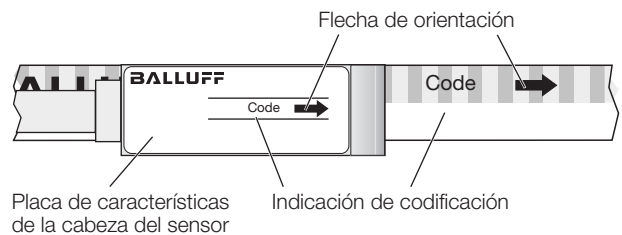
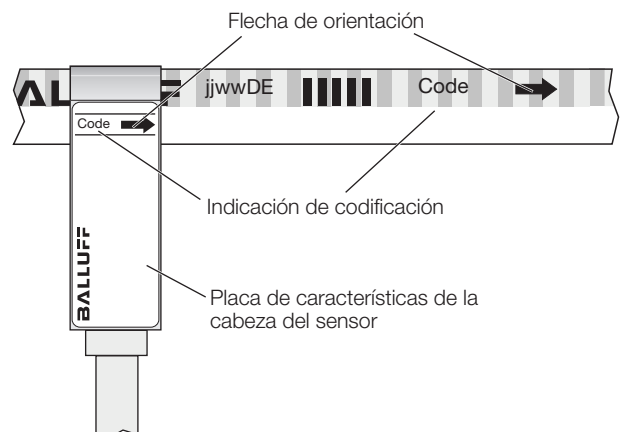

Fig. 4-1: Alineación de la cabeza del sensor con respecto al cuerpo de medición – Variante longitudinal
Fig. 4-2: Alineación de la cabeza del sensor con respecto al cuerpo de medición – Variante transversal
- La flecha impresa en el cuerpo de medición debe estar orientada en el mismo sentido que la flecha que figura en la placa de características de la cabeza del sensor (véase Fig. 4-1 y Fig. 4-2 en la página 12).